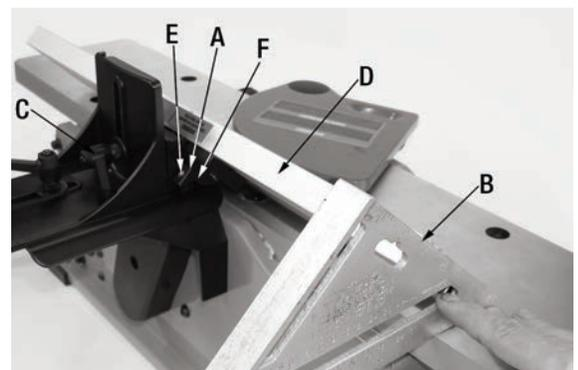

FIGURE 11
- 1) Avec le guide réglé à 45° contre l'arrêt positif 45° (A) Fig.11, placez une équerre (B) sur la table contre le guide tel que montré. Si le guide n'est pas à 45° de la table selon l'équerre, un ajustement de l'arrêt est requis.
- 2) Desserrez la poignée de verrouillage de l'inclinaison du guide (C).
- 3) Positionez le guide (D) à 45° de la table selon l'équerre.
- 4) Tenez le guide en place et ensuite ajustez la vis sans tête (E) de l'arrêt positif 45° jusqu'à ce qu'elle touche le support du guide (F).